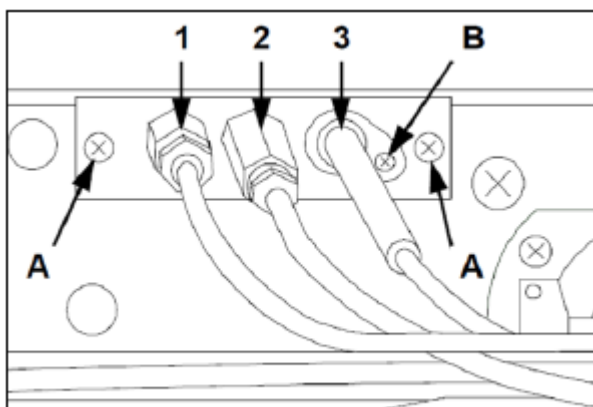

FIG.18
- Schroef het thermokoppel los met een geschikte sleutel (FIG.18-Ref.1);
- Draai de 2 ondersteunende schroeven los (FIG.18-Ref.A) bevestig de nieuwe piloot;
- Bevestig de nieuwe piloot volgens de bovenstaande procedure (FIG.18-Ref.2) .
- Verwijder de plug door de schroef los te draaien (FIG:18-Ref.B);
- Bevestig de nieuwe plug (FIG.18-Ref.3) volgens de bovenstaande procedure.